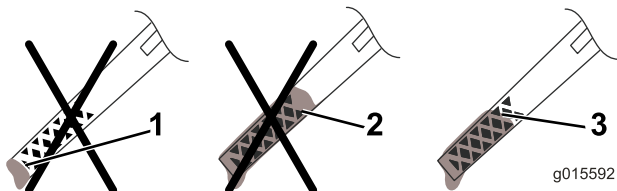

Figura 30
13. Rimuovete l'asta e controllate il livello dell'olio sull'asta (Figura 30).